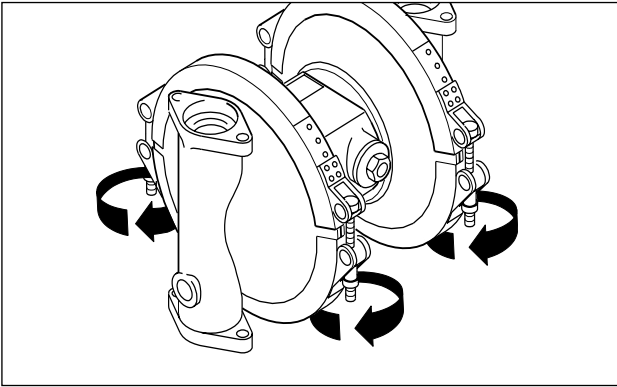

Fig. 9: Apertura delle fascette.
- Staccare gli espansori (per evitare che i dadi e i perni in acciaio inox si blocchino, eventualmente lubrificare) (Fig. 9). Nelle versioni in acciaio inox lucidato (DB, DH), aprire il collegamento a vite del raccordo milchrohr.